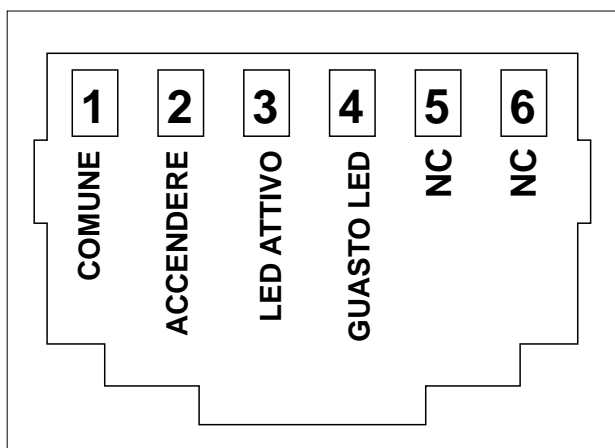

Figura 11: Connettore rJ 12 con segnali pin
Vedere figura 11. Installare l'analizzatore di alimentazione CA come segue:
- 3 Collegare i cavi di comunicazione RJ12 all'inverter (se presente). La figura 11 mostra quale pin fornisce ciascun segnale.
Almeno un dispositivo MasterBus su tre deve star alimentando MasterBus. Se CA è disponibile all'ingresso (figura 11, punto 1), l'analizzatore di alimentazione CA sta alimentando MasterBus .